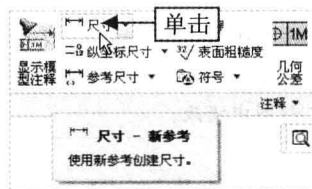

图 12-71 单击“尺寸”按钮
Step 02 在“功能区”选项板中切换至“注释”选项卡中，单击“注释”面板中的“尺寸”按钮，如图 12-71 所示。